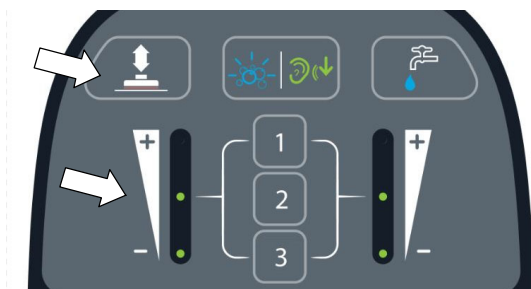

ABB. 40
2. Drücken Sie die Anpressdruck- Taste, um den Anpressdruck zu erhöhen oder zu verringern (Abbildung 40). Die Anpressdruck- Anzeige zeigt die Einstellung des Anpressdrucks an. Eine LED = Niedriger Druck, zwei LEDs = Mittlerer Druck, drei LEDs = Hoher Druck.